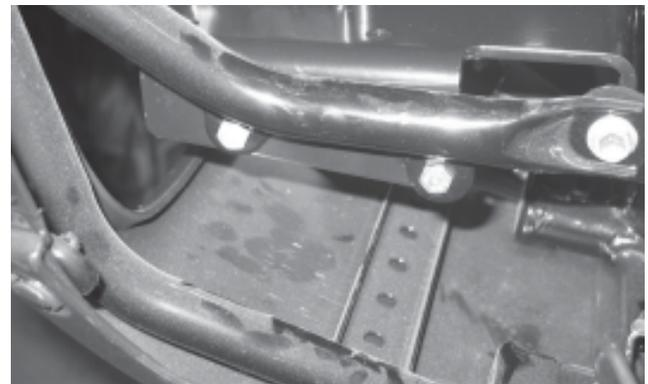

Figure 2
2. Aligned les trous du support de montage avec les trous des languettes de montage. Serrez les fixations de 5/16 po selon les couples de serrage de la page 2. Voir figure 2.